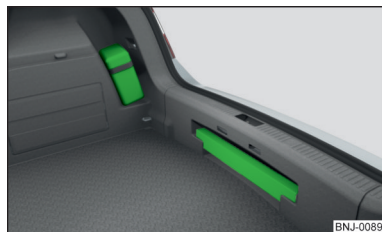
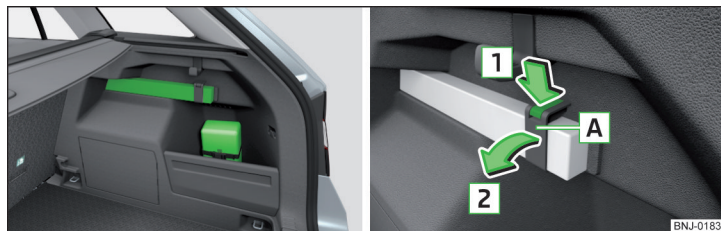

Fig. 176
Fig. 177 Posicionamiento del botiquín y triángulo reflectante de advertencia - Variante 2 / Soltar el triángulo reflectante de advertencia
Se puede fijar el botiquín con ayuda de una cinta de sujeción en el lado derecho del maletero » fig. 176 y/o » fig. 177.
El triángulo de advertencia puede introducirse debajo del rebaje del borde de carga » fig. 176.
Se puede fijar el triángulo reflectante de advertencia con ayuda de una cinta de sujeción en el lado derecho del maletero » fig. 177.
- Para **soltar** el bloqueo, presionar en la banda en dirección de la flecha **1** y abrir la banda **A** en el sentido de la flecha **2** » fig. 177.